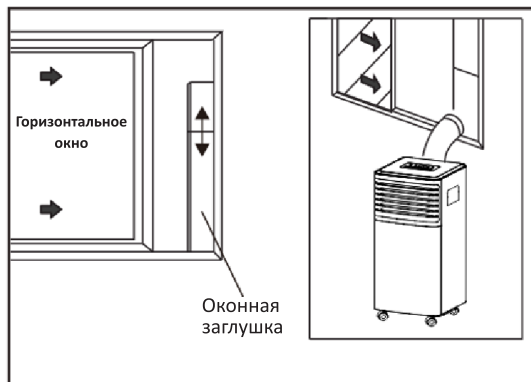

Рис. 5
1. Установите оконную заглушку, учитывая тип вашего окна (рис. 5 и 6).